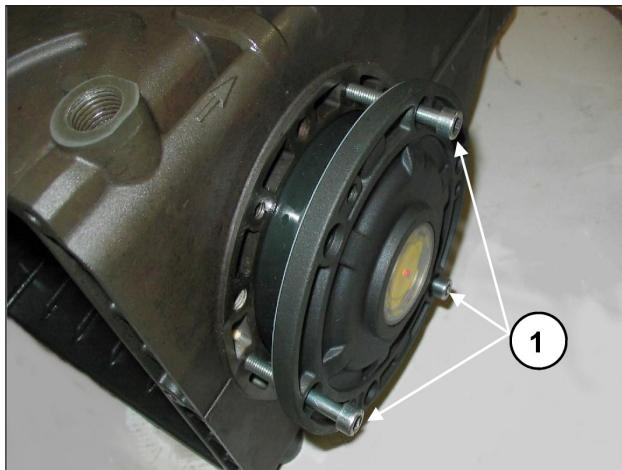
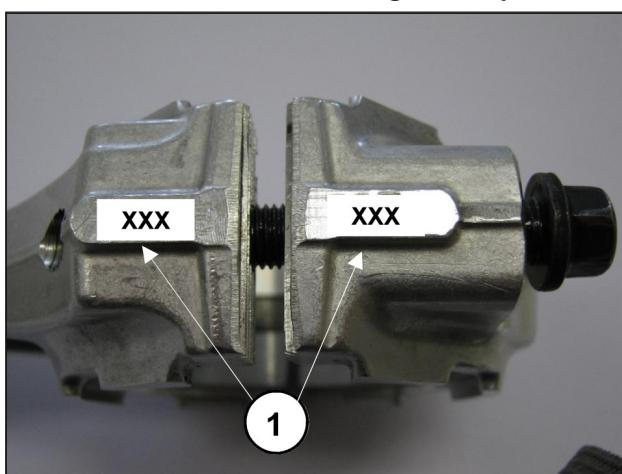

Fig. 8
Fig. 9
Pour faciliter l'insertion du premier tronçon et l'insertion des couvercles sur le carter, utiliser 3 vis M6x40 partiellement filetées (Fig. 8, rep. ①) et terminer l'opération au moyen des vis fournies (M6x18).
- Assembler les chapeaux de bielle aux corps respectifs en vous référant à la numérotation (Fig. 9, rep. ①).
Pour le rapprochement des deux couvercles latéraux au carter, il est possible d'utiliser 3 vis M6x40 pour une première phase d'orientation, comme indiqué précédemment Fig. 8, et les vis prévues pour la fixation définitive.
Après avoir démonté les couvercles latéraux, voir paragr. 2.1.1, retirer la bague extérieure des roulements situés sur les couvercles correspondants et la bague intérieure avec la partie restante du roulement situés sur les deux extrémités de l'arbre, au moyen d'un chasse-clou normal ou d'un outil équivalent, comme le montrent les Fig. 8 et Fig. 9.